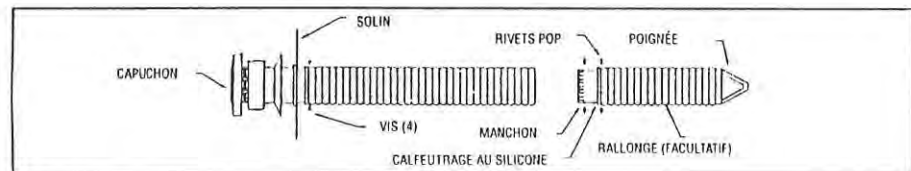

Figure 3
- 2.4 Procurez-vous une rallonge si le chemisage fourni n'est pas assez long. Une seule rallonge peut être utilisée par installation (voir figure 3).